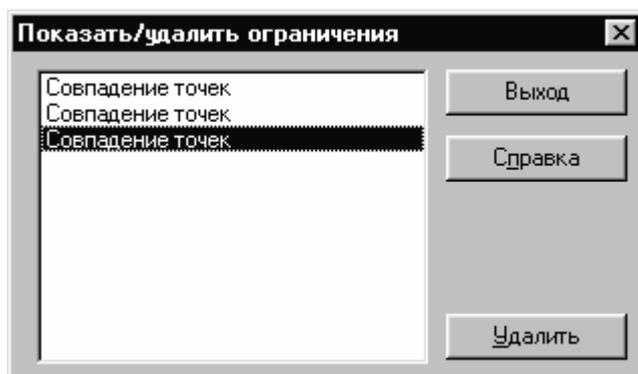

Рис. 38. Показать/удалить ограничения
- 3.11. Выберите в эскизе дугу малого радиуса и из контекстного меню выберите пункт «Показать/удалить ограничения». В появившемся окне должны быть три строчки «Совпадение точек» (центр с началом координат, конец дуги с концом отрезка, конец дуги с концом другого отрезка) (рис. 38).